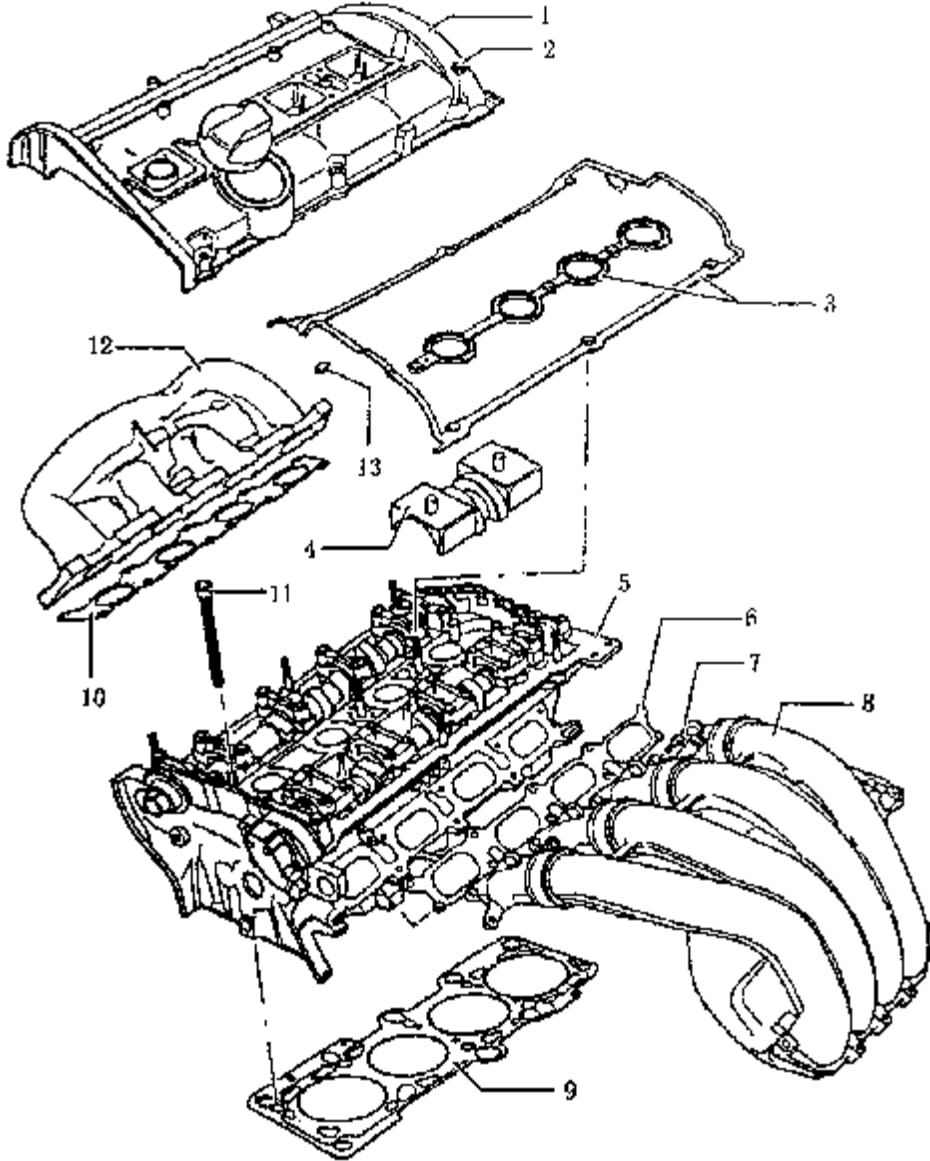

图 2-49 气缸盖零件分解图
气缸盖的结构如图 2-49 所示。进行气缸盖修理时，必须更换相关的密封件、衬垫、自锁螺母及有规定拧紧力矩的螺栓。安装带有凸轮轴的缸盖时，必须用机油润滑挺杆与凸轮的接触面。气缸塑料保护套必须在安装气门前才可拆掉。安装新缸盖或气缸盖衬垫时，必须放空旧冷却液，然后加注新冷却液。
⑥拆开进气歧管处的曲轴箱通风软管 1，拆卸进气歧管支架（如图 2-49 箭头所示），拔出机油标尺，拧开法兰处进气歧管紧固螺栓，折下进气歧管。用干净布堵住气缸盖上的进气口。